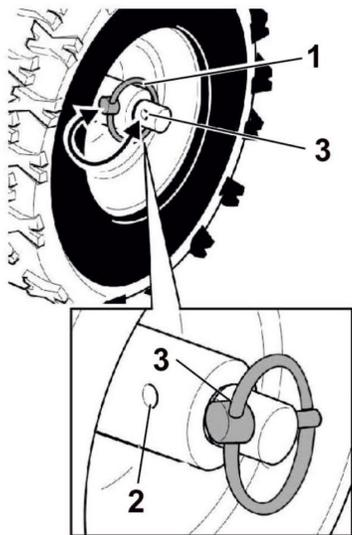

Рис. 8
7.1. Установка свободного хода приводного колеса (Рис. 8).